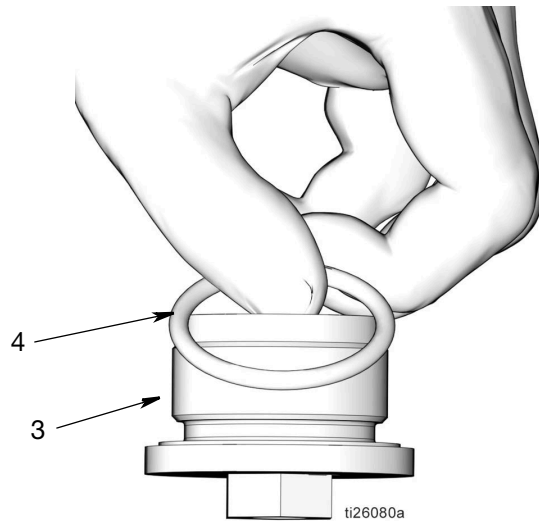

FIG. 53
- d. Aplique una capa fina de grasa en la junta tórica (4). Monte la junta tórica en la tuerca de tope del pistón (3) (FIG. 53).